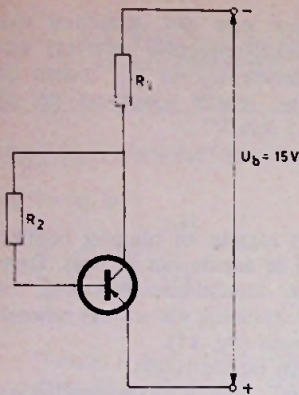

Fig. 12
- In de schakeling van fig. 12 moet een transistortype gebruikt worden, waarvan de stroomversterkingsfactor α_E een spreiding vertoont tussen 50 en 100. Men wenst de weerstanden R_1 en R_2 zodanig te kiezen dat de collectorstroom tussen 8 en 10 mA ligt. De weerstand R_2 wil men hierbij zo groot mogelijk kiezen.